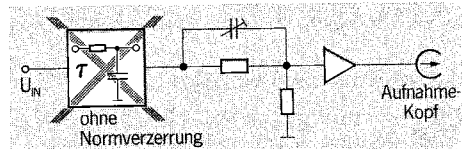

Bild 3
entsteht der Frequenzgang ②. Die noch verbleibende Anhebung bis zum geraden Frequenzgang ③ kann mit einem einfachen RC-Glied realisiert werden (Bild 3).